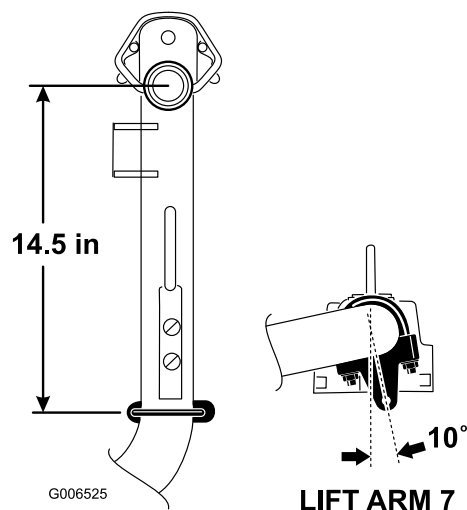

Figure 6
3. Sur les bras de relevage N° 6 et 7, positionnez les supports et les étriers filetés à 38 cm derrière l'axe du pivot (Figure 6). Tournez les supports de 10 degrés vers l'extérieur de la machine.